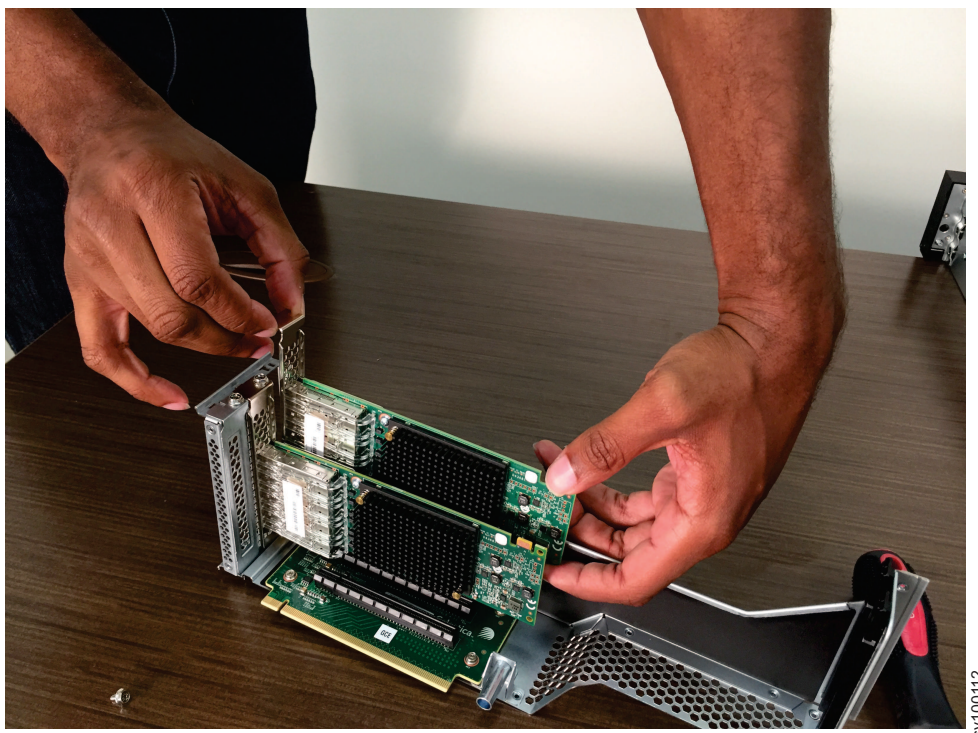

图 155. 从适配器接口中卸下适配器
4. 小心握住适配器的上沿或上角。从 PCI 扩展槽中拉出适配器，如图 155 中所示。